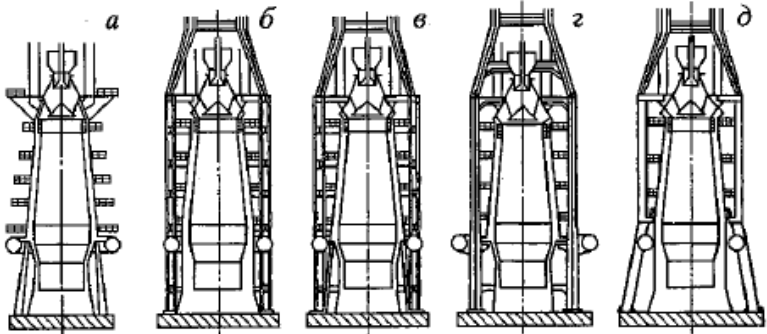

Рис. 1.- Различные типы металлоконструкций доменных печей
1. Шотландский (рис. 1, а), с опорой колошника через кожух и маратор на так называемые основные колонны печи. Число колонн обычно делают кратным числу фурм. Другое сочетание неудобно, так как затрудняет обслуживание фурм и создает неравномерное размещение их по окружности горна.
2. Немецкий (рис. 1, б), с опорой колошника на четыре самостоятельные колонны. Несмотря на улучшенное обслуживание горна, в этой конструкции не исключено наличие значительных напряжений, так как вес шахты передается полностью на заплечики и фурменную зону.
3. Комбинированный (рис. 1, в), в котором уменьшены указанные выше напряжения, но усложнено обслуживание горна. Схема обеспечивает достаточную прочность и работоспособность кожуха
4. Японский (рис. 1, г), с шестью колоннами, имеющими кронштейны (применяют на современных печах Японии). Колонны тяжелы из-за эксцентриситета нагузков. Диаметр кольцевого воздухопровода, расположенного вне колонн, значительно больше, чем в других вариантах. Это увеличивает и утяжеляет детали фурменного устройства. Возможности организации напольного транспорта вокруг горна ограничены.
5. Американский (рис. 1, д), с четырьмя колоннами, разработанный в последние годы в США. В этом случае устраняются последствия вибрации, вызываемые загрузочными устройствами, и имеется широкий доступ для обслуживания леток и фурм горна.